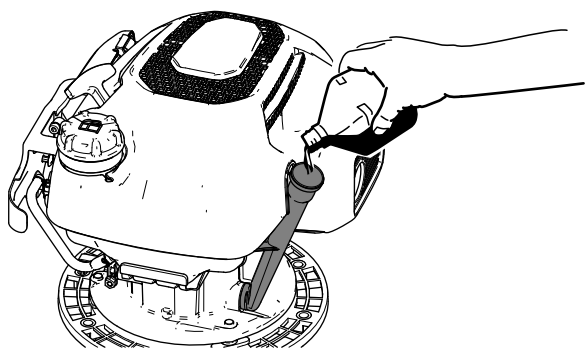

Figura 15
3. Versate lentamente l'olio motore specificato nel bocchettone di riempimento dell'olio (Figura 15), e attendete 3 minuti.